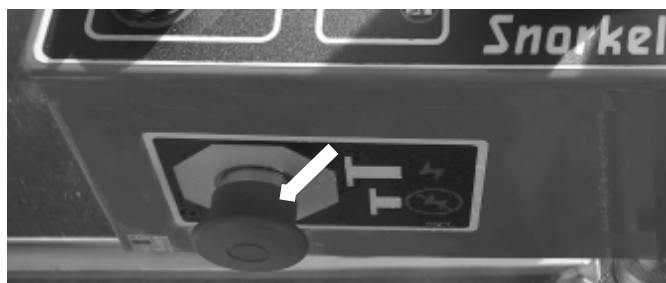

Fig. 9.1 - Nödstoppsbrytaren på plattformens manöverpanel
1. Kontrollera att **nödstoppsbrytaren** (1) är utdragen (se fig. 9.1 och 9.3).
2. Sätt **väljarbrytaren** (2) (se fig. 9.1) i läge "Lyft" (åt vänster).